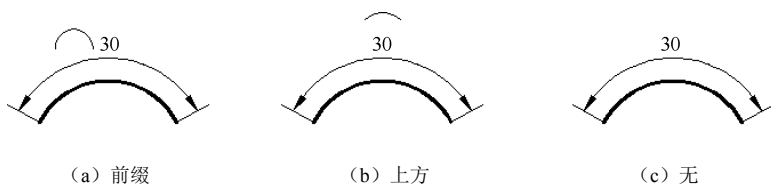

图 4-58 弧长符号
(8) “弧长符号”设置。用于设置弧长标注时圆弧符号的位置，有“前缀”“上方”“无”三种方式，如图 4-58 所示。机械标注设置为“标注文字的前缀”。